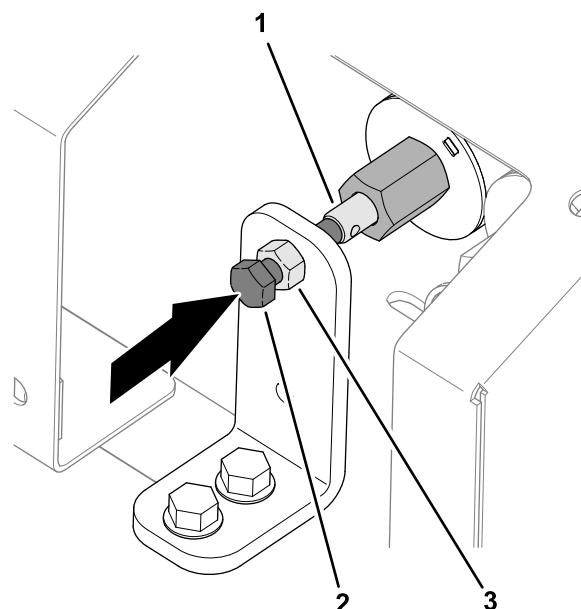

图 31
2. 顺时针旋转用作阀超控装置的六角头螺丝可增大输送带速度 图 31。
1. 松开手动超控支架上的锁紧螺母 图 31。